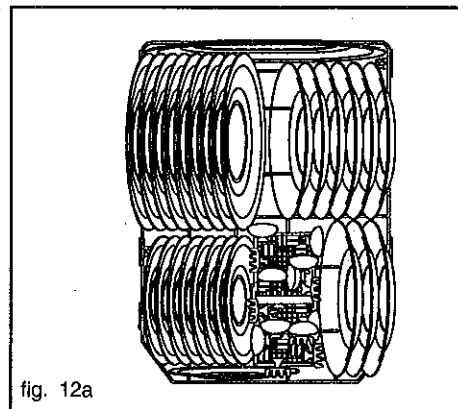

fig. 12a
2. Placer dans ce panier: assiettes, plates, creuses, à dessert, casseroles et plats (fig. 12a-12b).